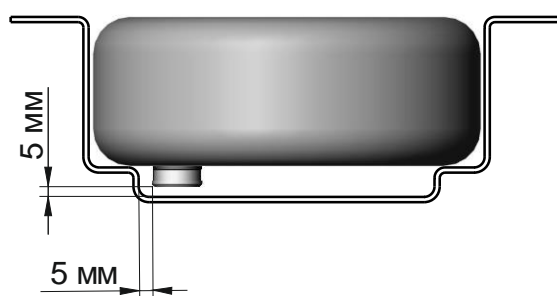

Рис. 7.2 – Размещение измерителя в углублении днища ТС
7.4.3 Наилучшим местом для установки измерителя являются конструктивные ниши и углубления в днищах отсеков ТС. Между днищем, стенками отсека и измерителем должны быть зазоры не менее 5 мм. (см. рис. 7.2). Возможно, что для этого придется приподнять баллон с помощью резиновых прокладок. При этом их следует равномерно расположить таким образом, чтобы соблюдалось условие горизонтального расположения баллона.